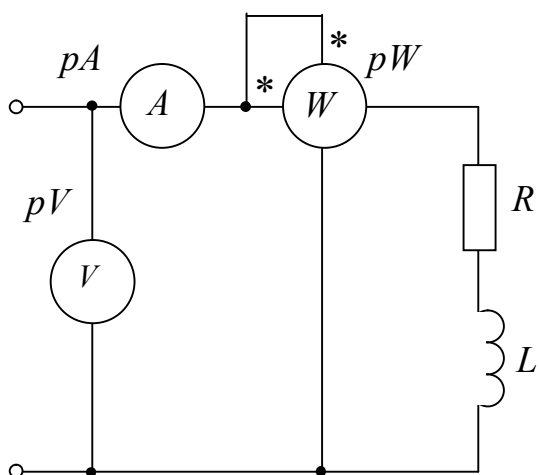

Рис. 3.5
**Задача 3.3.** По показаниям приборов (рис. 3.5) определить параметры:  $R$ ,  $L$ ,  $\varphi$ ,  $Q$ ,  $S$  катушки, если  $I = 0,2$  А,  $U = 3$  В,  $P = 0,36$  Вт,  $f = 300$  Гц. Построить векторную диаграмму тока и напряжений, используя данные таблицы 3.3.